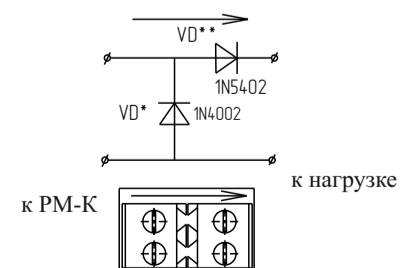

Рисунок 3
5.7 Устройство подключения нагрузки состоит из аналоговых диодов, установленных на плату с клеммными колодками (Рисунок 3).